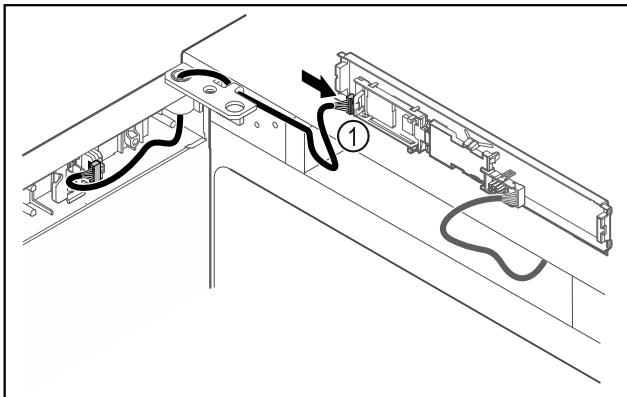

Fig. 45
- ▶ Stekker Fig. 45 (1) in printplaat steken.